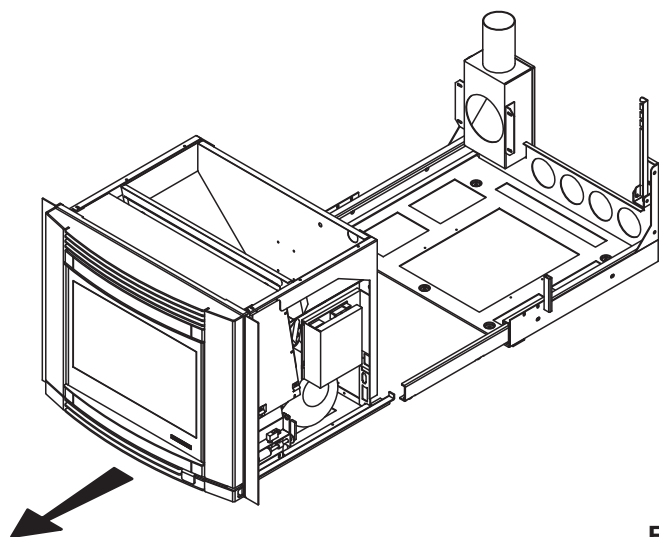

Fig. 6.1.7
- 1) Sacar la máquina de la base (Fig. 6.1.7);